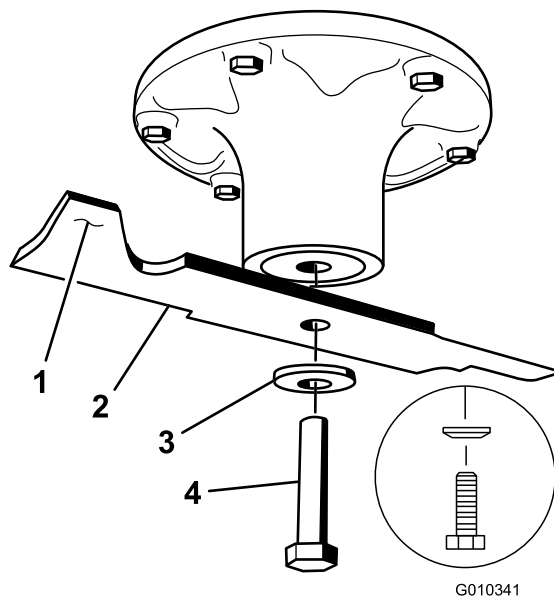

Figura 66
Sujete el extremo de la cuchilla usando un trapo o un guante grueso. Retire del eje el perno de la cuchilla, la arandela curva y la cuchilla (Figura 66).
2. Verifique el equilibrio de la cuchilla colocándola sobre un equilibrador de cuchillas (Figura 68). Si la cuchilla se mantiene horizontal, está equilibrada y puede utilizarse. Si la cuchilla no está equilibrada, rebaje algo el metal en la parte de la vela solamente (Figura 66). Repita este procedimiento hasta que la cuchilla esté equilibrada.
1. Instale la cuchilla en el eje (Figura 66).
2. Instale la arandela de muelle y el perno de la cuchilla. El cono de la arandela de muelle debe estar orientado hacia la cabeza del perno (Figura 66). Apriete el perno de la cuchilla a 135-150 Nm.